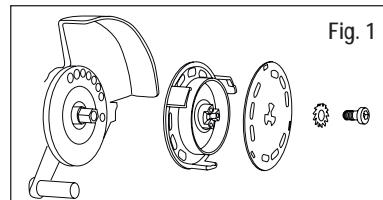
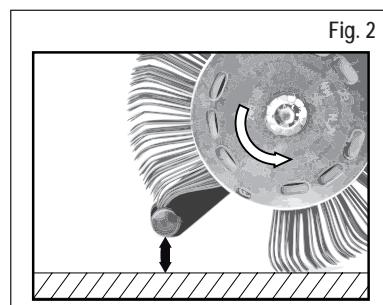

Fig. 1
Fig. 2
3. Desconecte la alimentación de aire comprimido y sujeté correctamente la cinta **MBX®** Die Blaster® de 11 mm con el correspondiente sistema receptor **AS012** (controle la dirección de marcha) y la arandela de frenado dentellado prevista para ello y el tornillo de la herramienta. Véase Fig. 1 y Fig. 2
- ¿Utiliza una cinta **MBX®** en la dirección de funcionamiento errónea? – Alinee la cinta de escobillas de forma que funcione en la dirección prescrita (véase el capítulo 6, Puesta en funcionamiento, fig. 2).